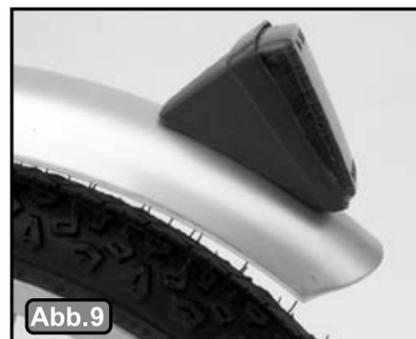

Abb. 9
A) Anbau des Schutzblech-Reflektors - Der Schutzblech-Reflektor wird am hinteren Schutzblech-Bereich angebracht. Der Reflektor ist mit einem Gewindebolzen versehen. Zum Anbringen des Reflektors am Schutzblech den Bolzen in das obere Loch und den ausrichtenden Kunststoffstift in das untere Loch des Schutzblechs einsetzen (Abb. 9). Danach die Unterlegscheibe auf den Gewindebolzen an der Innenseite des Schutzblechs aufsetzen. Die Mutter aufdrehen und mit einem 8-mm-Schraubenschlüssel festziehen.